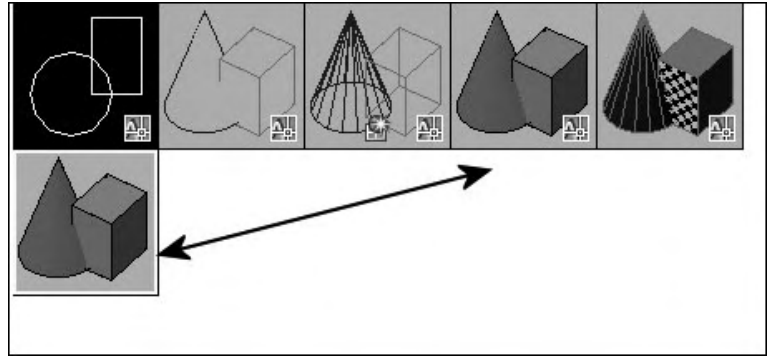

Fig.9.17
- 2 Effectuez à nouveau un clic droit et choisissez « Coller » (Paste). Une icône est dupliquée dans la section Styles visuels disponibles dans le dessin (fig.9.17).